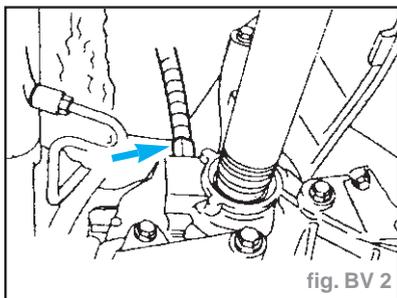

fig. BV 2
- Débrancher le connecteur de capteur de vitesse du véhicule (capteur VSS) (fig. BV 2).